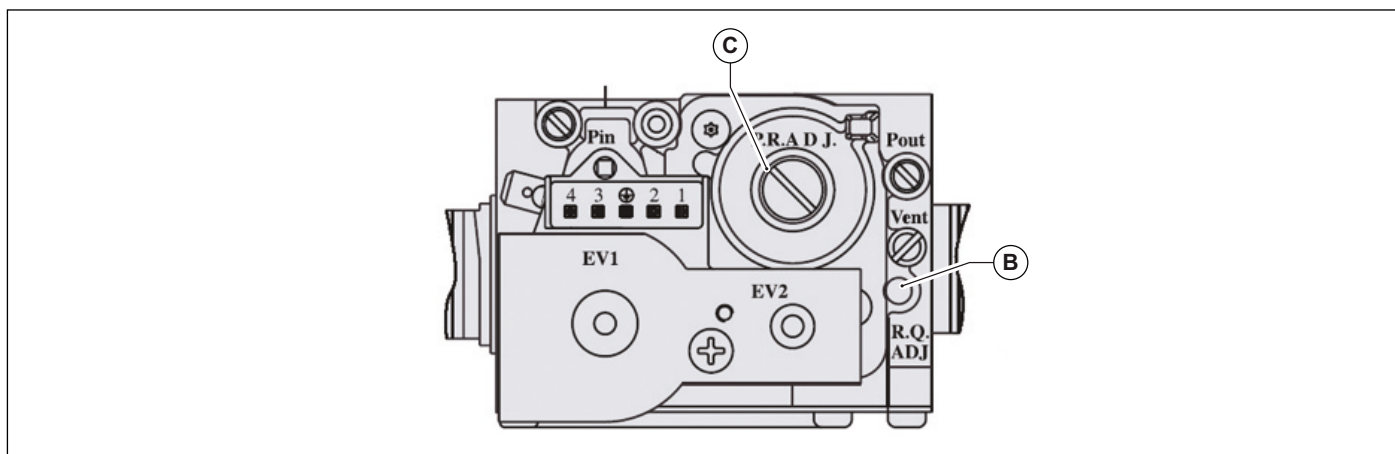

Fig. 30 Reglare valoare dioxid de carbon
- Reglați valoarea dioxidului de carbon (CO2) din gazele arse, rotind regulatorul de raport **B** (vezi Fig. 30 Reglare valoare dioxid de carbon) și asigurați-vă că reintră în limitele din Tab. 22 Valori ale CO2 în gazele arse. Lăsați centrala în modul curățare și treceți la pasul următor de reglare la puterea minimă.
- Reglați valoarea dioxidului de carbon (CO2) din gazele arse, rotind regulatorul de offset **C** (vezi Fig. 30 Reglare valoare dioxid de carbon) și asigurați-vă că reintră în limitele din Tab. 22 Valori ale CO2 în gazele arse.